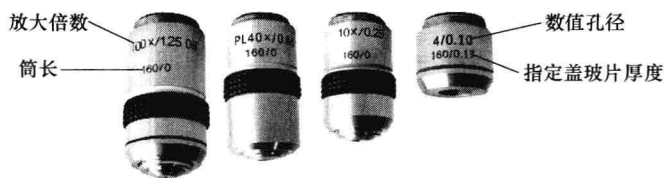

图 1-3 显微镜物镜的主要参数
(1) 光源 现显微镜大都用电光源，老式的显微镜用反光镜采集光线。
(2) 聚光器 位于光源上方，由一组透镜组成，其作用是将反光镜反射来的光线聚为强光束于载玻片标本上。聚光器可根据光线的需要，上下调整。一般用低倍镜时降低聚光器，用油镜时聚光器应升至最高处。
(3) 虹彩光圈 位于聚光器下方，推动光圈把手，可开大或缩小光圈，用以调节射入聚光器光线的多少。
(4) 接物镜 简称物镜，安装在转换器的螺口上，其主要参数见图1-3。一台显微镜有3~4个接物镜，分为低倍镜(4倍、10倍等)、高倍镜(40倍等)和油镜(90倍、100倍等)。使用时通过镜头侧面刻有的放大倍数来辨认。接物镜不仅可以放大标本，而且具有辨析性能，它决定着显微镜的性能。放大倍数越